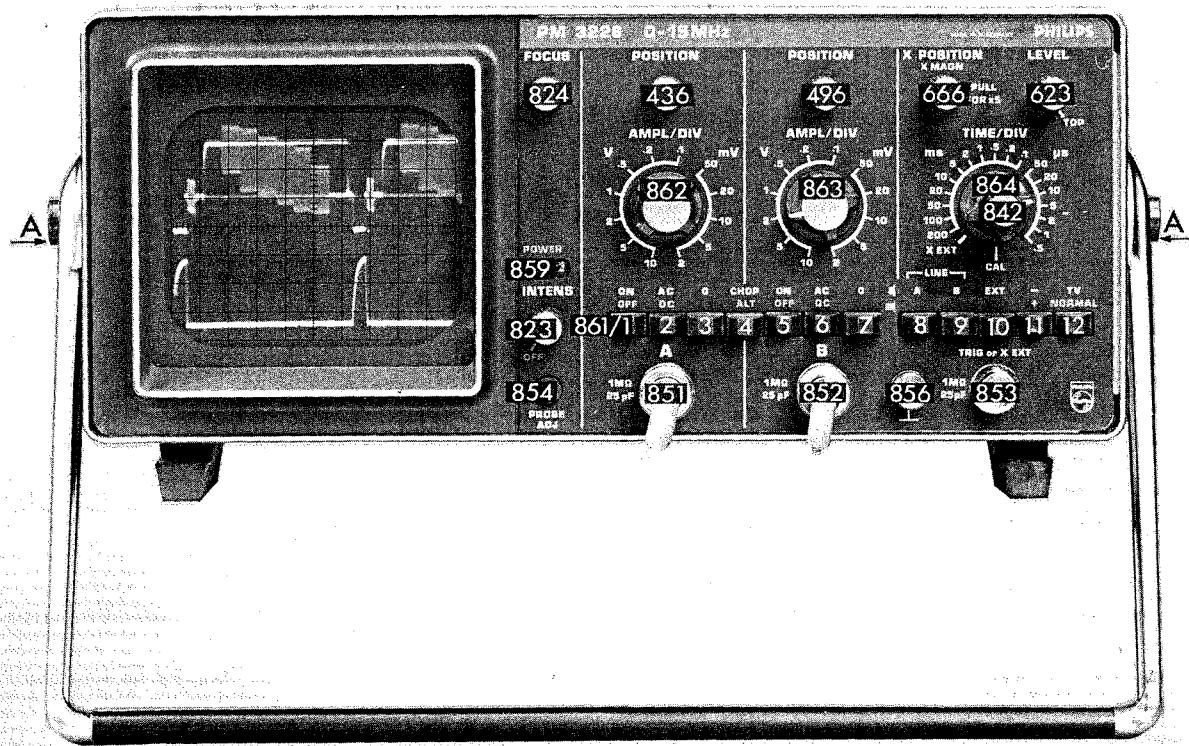

Fig. 2.2. Vue avant illustrant commandes et douilles
L'appareil doit être placé horizontalement ou incliné après avoir pivoté l'étrier-support. Pour dépose le poignée, enfoncez les deux boutons centraux de pivotement A (voir Fig. 2.2.).
2.1.6. Commandes et douilles (Fig. 2.2.)